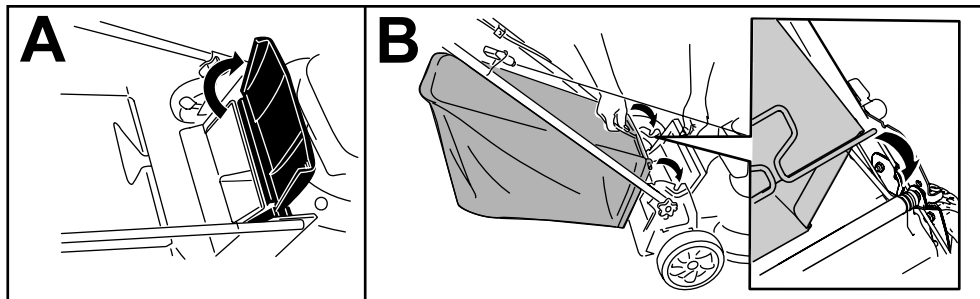

Figure 13
1. Soulevez le déflecteur arrière et maintenez-le dans cette position (A de Figure 13).
2. Montez le bac à herbe en veillant à insérer les ergots dans les crans de la poignée (B de Figure 13).